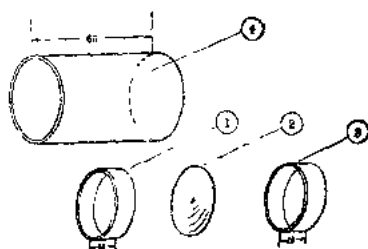

图 6-8
再按图6-8的尺寸，制作装透镜的内筒。先用薄铁皮做成一个比外筒的直径略小一点的内筒(如图6-8的④)，使这个内筒能够不松不紧的插进外筒前端，既能抽得动，又不致于滑出来。再找两小条较厚的硬纸或马粪纸卷成两个小圆筒(如图6-8的①和③)，它们的直径同内筒的内径差不多，但要能够紧紧的塞入内筒里。做好这两个圆的硬纸筒后，可把透镜安在两个硬纸筒之间塞进内筒里，目的是使透镜不会滑出来，